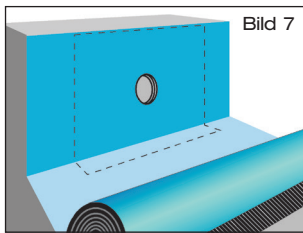
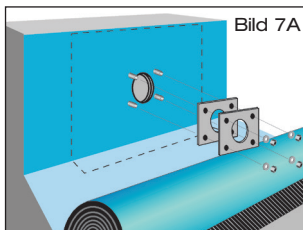

Bild 7
Bild 7A
Oberseite der Anschlussmanschette durch Erhitzen verflüssigen (Schweißverfahren). Dampfsperre paßgenau über den Schiebeflansch mit Anschlussmanschette im flüssigen Heißbitumen ausrollen, anschließend gleichmäßig andrücken bzw. anrollen (Bild 7 bzw. Bild 7A).
1.9 Bei Verwendung von Dampfsperre aus **Kunststoff** bei Ausführung DN 50 Kompressionsdichtung über Dampfsperre anbringen und mit Losflansch und beiliegenden Müttern verklemmen (Bild 7A). Beiliegende Müttern mit Steck- oder Ringschlüssel SW 17 gegenüberliegend anziehen.